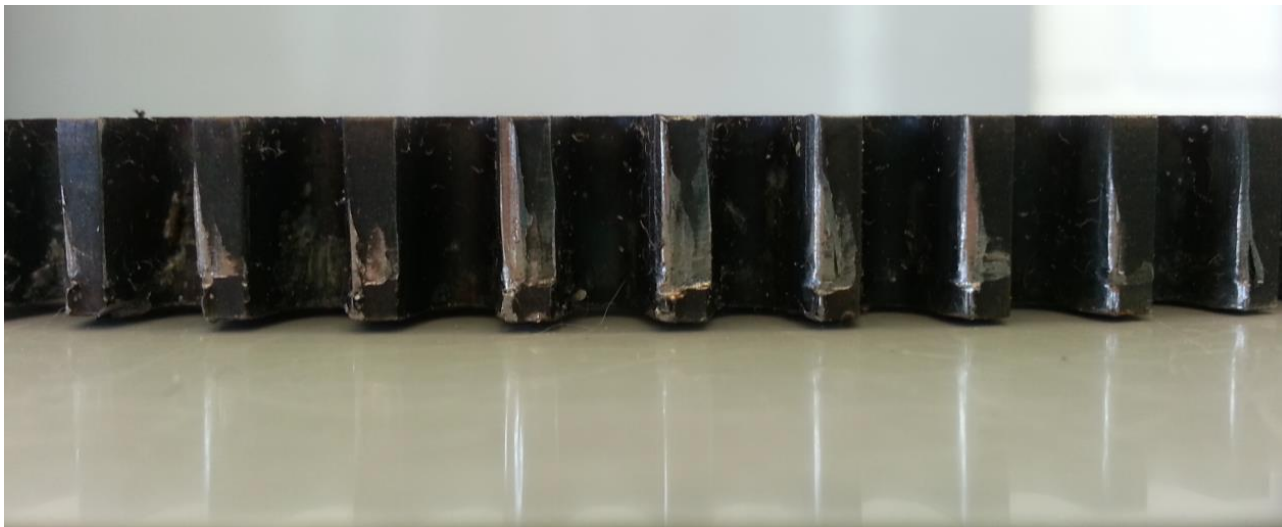

Рис. 1. Рисунок износа зубьев венца (неравномерный).
2. Если рисунок износа неравномерный (см. Рис. 1), например, из-за динамического перекоса, проверьте правильность положения вала бендикса. Для этого демонтируйте нижний подшипник и убедитесь, что вал бендикса находится в свободном нагруженном состоянии, и установлен строго по центру. Если при этом вал свободно вращается в верхнем подшипнике, то требуется выполнить следующие действия: